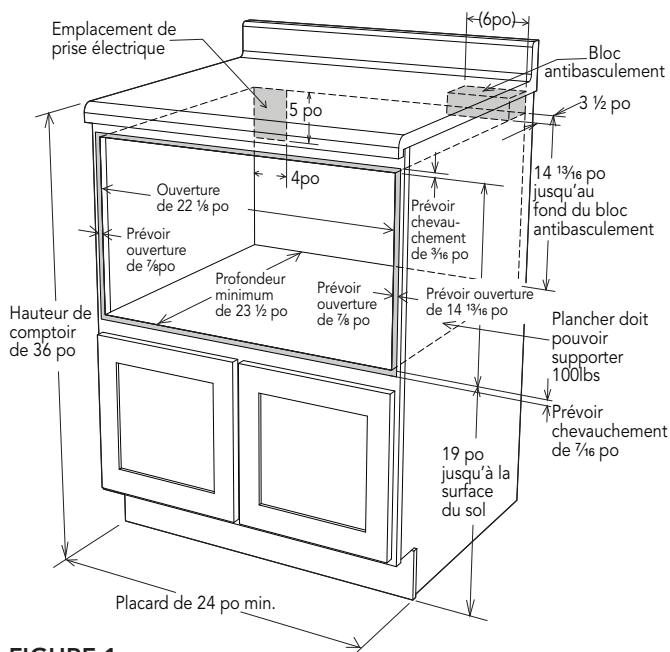
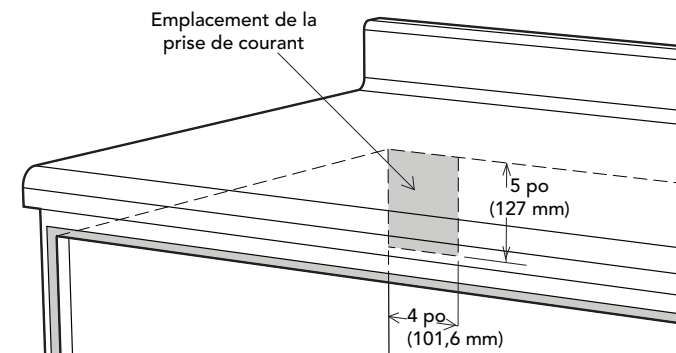

FIGURE 1
FIGURE 4
- POUR DES **RAISONS DE SÉCURITÉ**, N'INSTALLEZ CE TIROIR DANS AUCUN GENRE DE PLACARD COMBUSTIBLE, NI AUCUN PLACARD QUI NE SE CONFORME PAS AUX DIMENSIONS ET ESPACES INDIQUÉS AUX PAGES 2, CONSULTEZ LES FIGURE 1.
- Les dimensions illustrées en FIGURE 1 devraient être utilisées. Les dimensions indiquées donnent le jeu minimum. Situez la prise électrique dans la zone tramée en haut et à gauche dans le découpé. Consultez la FIGURE 4.
Les FIGURES 1 et 2 contiennent plusieurs dimensions de Four DrawerMicro aux fins de consultation lors de planifier l'emplacement du électroménager.
Pour réduire le risque de basculement du tiroir, il faut installer le bloc antibasculément conformément aux indications, 14 13/16 pouces au dessus du sol sur lequel le électroménager sera posé. Le bloc antibasculément six pouces doit être fourni par l'installateur. Consultez les FIGURE 1. Le bloc antibasculément prévient des blessures sérieuses éventuelles dues au déversement de liquides chauds.